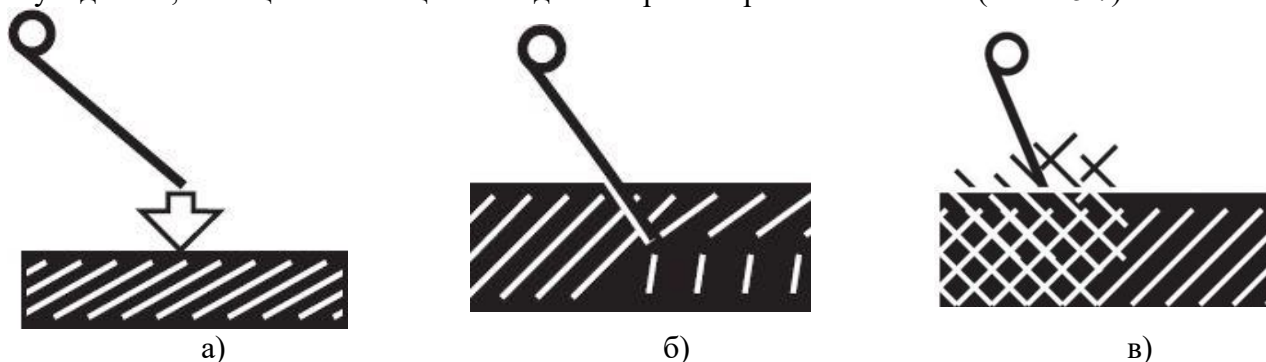

Рис. 5.8.1. Рекомендуемые настройки угла наклона пальцев: а – уплотнение почвы, б – измельчение и распределение соломы, в – грабление.
5.8.1. Уплотнение почвы (см. рис. 5.8.1, а)
5.8.2. Измельчение и распределение соломы (см. рис. 5.8.1, б)
5.8.3. Грабление. (см. рис. 5.8.1, в)